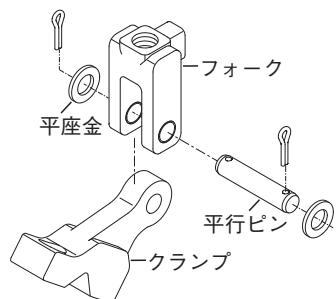

図4-8
- 【7】 フォークとクランプを分解する場合は、Eリングを取り外して図4-8のように分解してください。